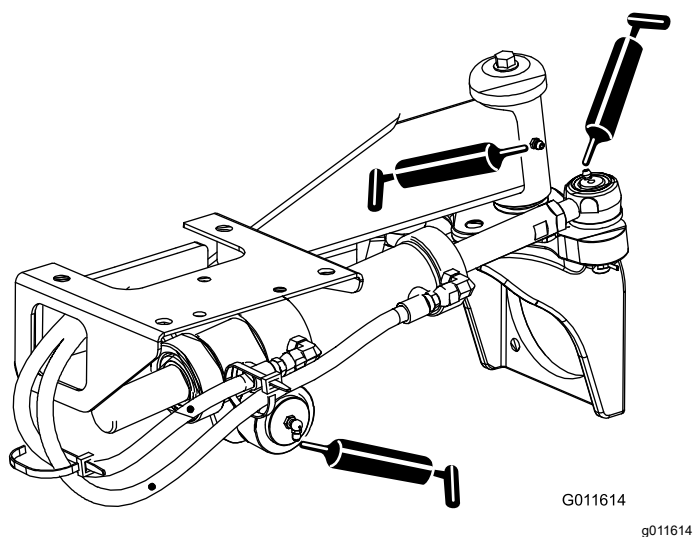

Figura 70
- Articuciones esféricas del cilindro de dirección (2) y eje trasero (1) – Figura 70